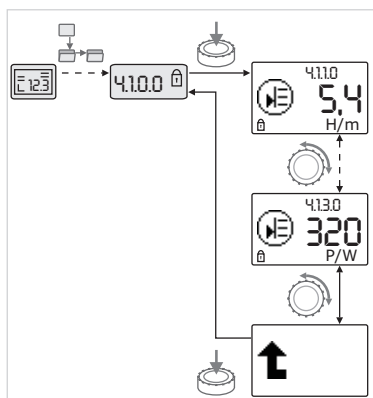

Fig. 46: Információk lehívása
- A kezelőgomb elforgatásával az aktuális almenü „információ” típusú menüelemeit lehet vezérelni (lásd: Fig. 46). A szimbólumok által ábrázolt beállítások magyarázatát lásd az alábbi fejezet táblázatában: 8.7 „Menüelemek referenciája” a(z) 39. oldalon.